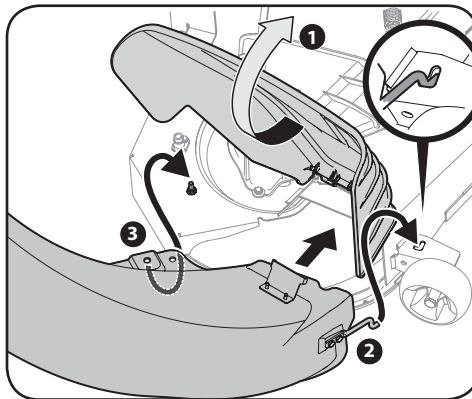

Figura 4-16
- Levante el deflector del canal (1 en la Figura 4-16) sobre la plataforma y sosténgalo mientras ubica el canal de descarga sobre la abertura del canal.
- Inserte el extremo del codo del canal de descarga (2) en el orificio suministrado en el montaje de rueda de la plataforma tal como se muestra en el recuadro de Figura 4-16.
- Gire el canal de descarga hacia atrás hasta que el orificio del codo del canal de descarga se alinee con el pasador de la plataforma. Mueva el codo de descarga hacia abajo hacia ese pasador como se muestra en 3 de la Figura 4-16.